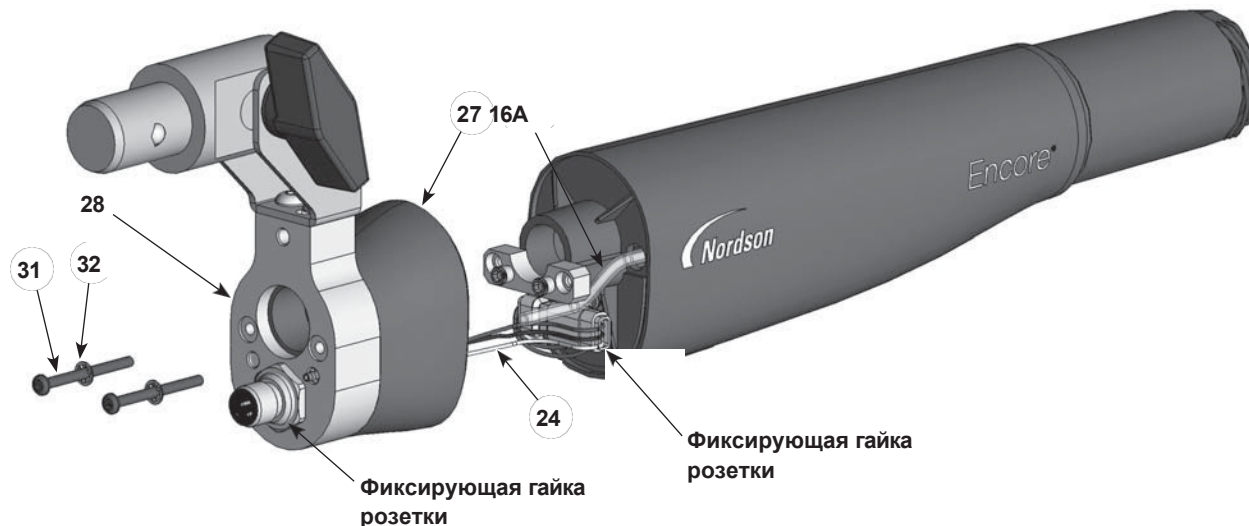

Рисунок 16 Разборка пистолета - замена пороховой трубки
3. См. рис. 16. Выкрутите и снимите два винта с головкой Philips (31) и стопорные шайбы с внутренними зубцами (32) с торцевой крышки (28).
- в. См. Рисунок 16. Открутите контргайку с розетки, затем снимите розетку и жгут проводов с торцевой крышки.
17. См. рисунок 16. Установите торцевую крышку и заднюю часть корпуса пистолета на корпус пистолета, следя за тем, чтобы не пережать провода жгута.